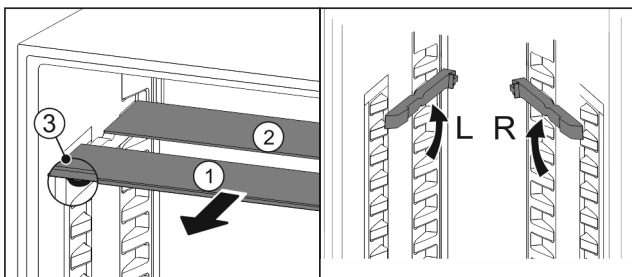

Fig. 29
- ▶ Sortir les tablettes par l'avant Fig. 29 (1).
- ▷ La tablette en verre Fig. 29 (1) avec bordure décorative est située à l'avant.
- ▷ Les butées Fig. 29 (3) sont orientées vers le bas.